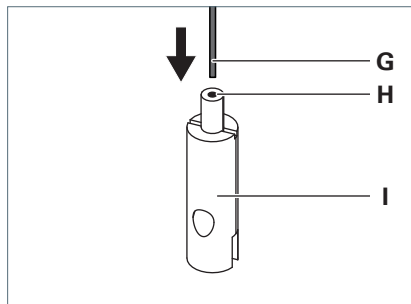

Fig. 4: Montaggio del fermacavo.
- Far passare il cavo metallico **G** attraverso la bussola di guida **H** del fermacavo **I**, vedi Fig. 4.